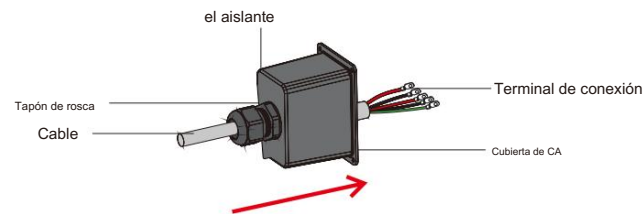

Figura 4.3-4 El cable de CA pasa a través de la tapa de terminales
Paso 2. Usando los terminales en la caja de accesorios, pase el cable de CA a través de la cubierta de terminales. Consulte Figura 4.3-4.